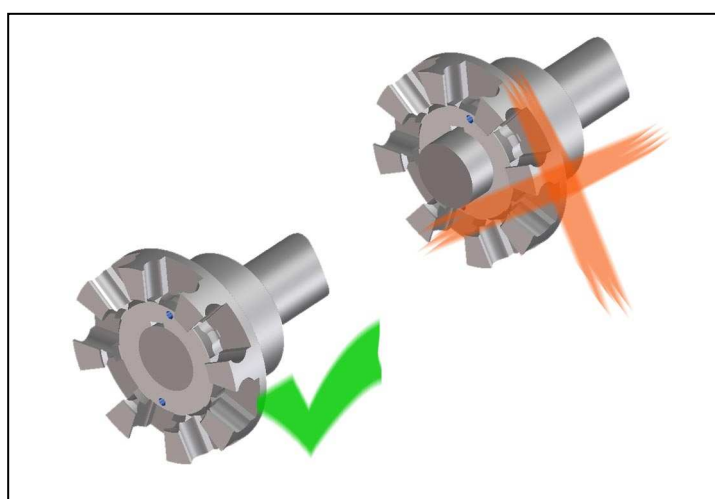

Bild 5
- Montieren Sie die Naben so, dass die Wellenenden mit den inneren Bohrungsöffnungen bündig abschließen (Bild 5). Beachten Sie eventuell abweichende Vereinbarungen!